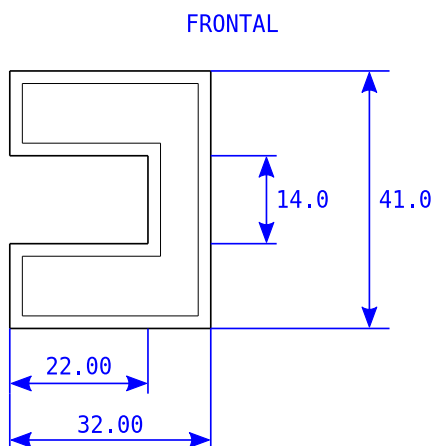

Figura 3: Datos de la pieza
- Dada la pieza de la figura 3, calcular la formula del área en función de sus parámetros.